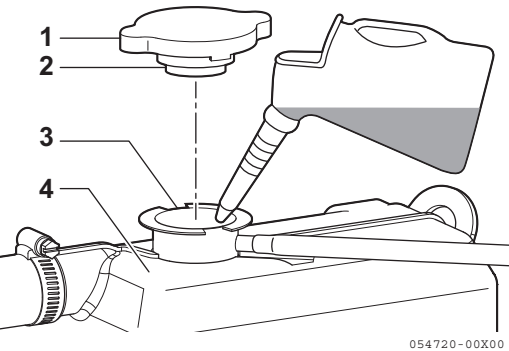

Figura 11
4. Vierta refrigerante lentamente en el tanque del refrigerante / intercambiador de calor (**Figura 11, (4)**) para evitar burbujas de aire. Deténgase cuando el refrigerante rebose por la boca de llenado.
5. Alinee las pestañas de la tapa de relleno (**Figura 11, (1)**) con las muescas del puerto de relleno (**Figura 11, (3)**) y apriete la tapa de relleno (**Figura 11, (2)**).